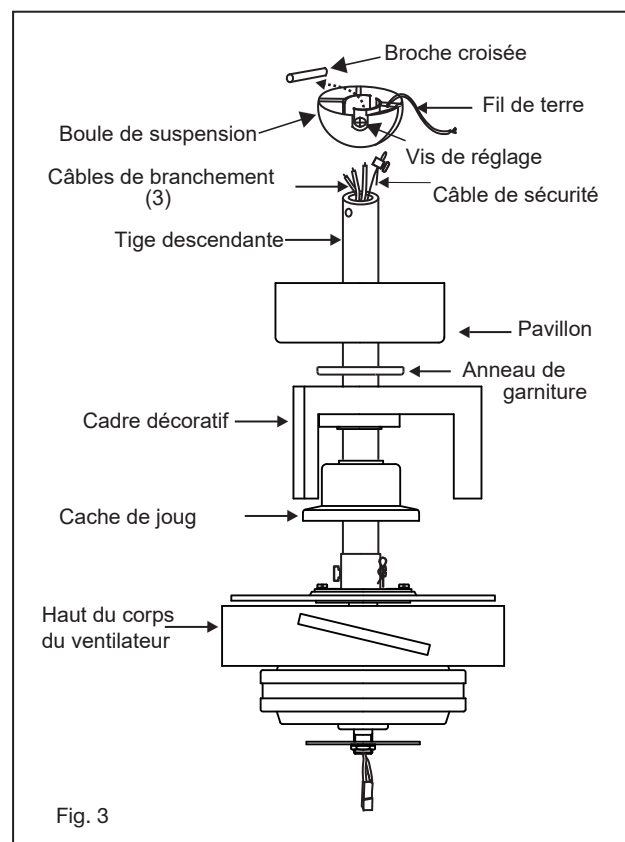

Fig. 3
- 1 Glissez le couvercle de joug, le cadre décoratif, l'anneau de garniture et la verrière sur la tige de descente. (Fig. 3)
- 1 Retirez la plaque murale existante et l'ancien interrupteur de la boîte de prise murale. (Fig. 3)